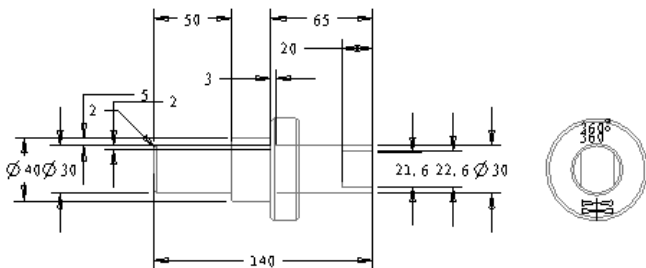

图 5.2.7 尺寸显示
Step3. 在快捷菜单中选择 **显示模型注释** 命令，则在主视图和左视图中显示出零件 shaft_2.prt 的尺寸，如图 5.2.7 所示。